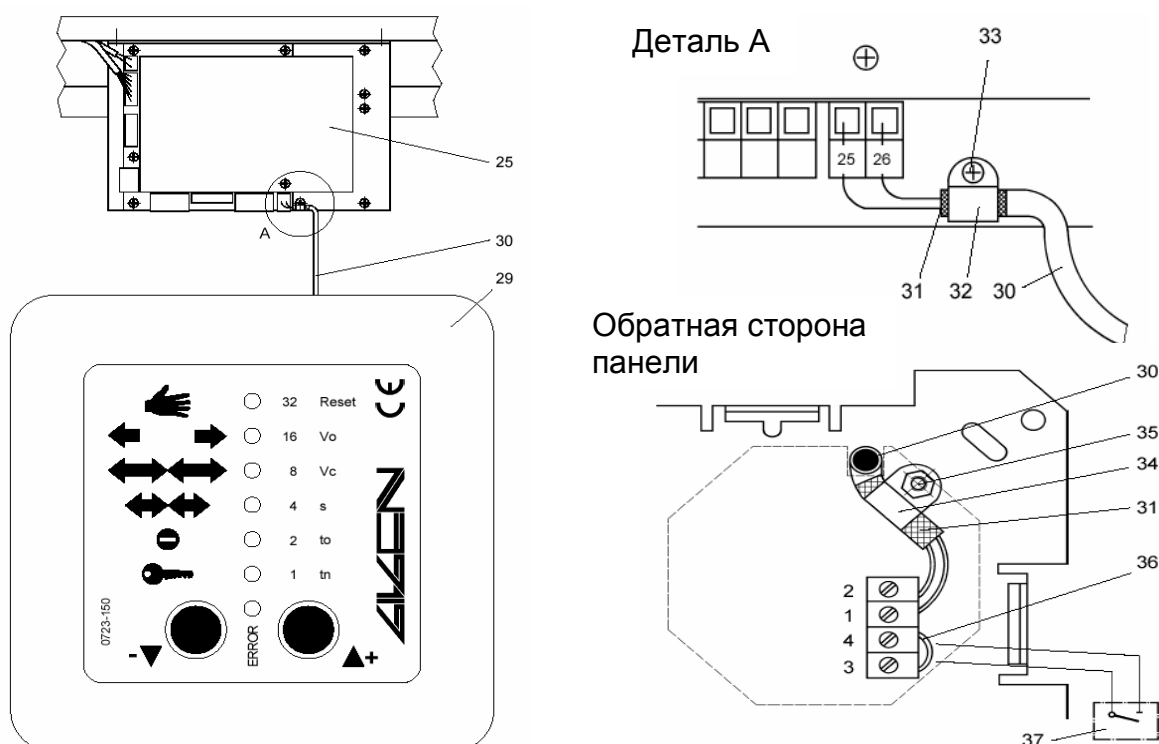

Рисунок 3.16 – Операционная панель BEDIS
Место установки операционной панели (29), см рисунок 3.16, должно определяться на этапе проектирования. Кабель (30) не входит в комплект KIT и обеспечивается стороной Заказчика.